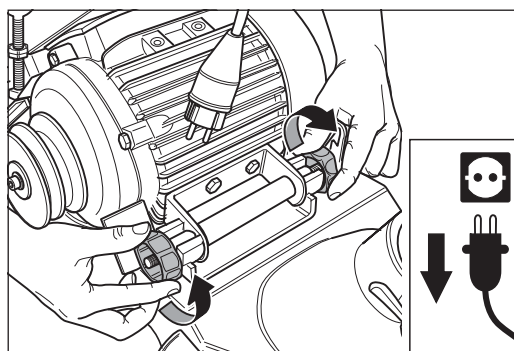

Abb. 48 Die beiden Motormuttern lösen.
- 4 Lösen Sie die beiden Motormuttern an der Motoraufhängung (Abb. 48).